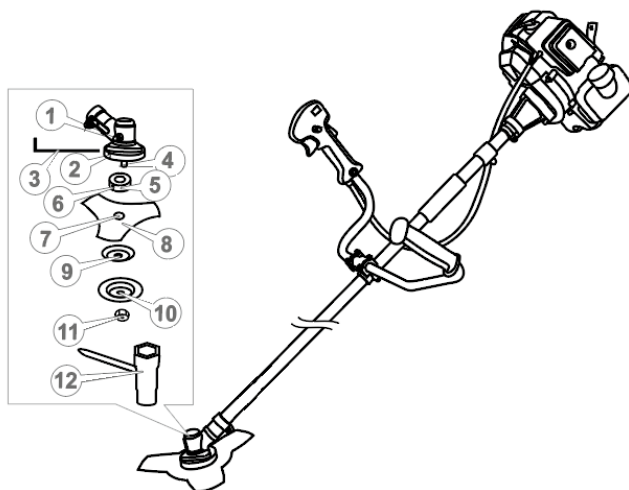
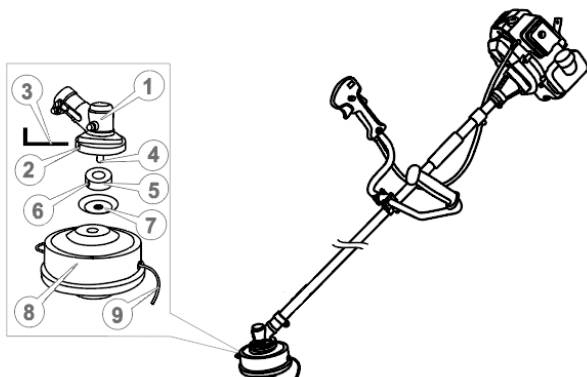

Рисунок 4. Схема встановлення різального ножа.
Рисунок 5. Схема встановлення різальної головки із жилкою.
- вставити шестигранний ключ (3, рис. 4) або викрутку в стопорний отвір (2, рис. 4) редуктора, фіксуючи таким способом вал від провортань;
- відкрутити за допомогою накидного ключа (12, рис. 4) верхню фіксуючу гайку лівої нарізки (11, рис. 4), зняти її, після чого зняти захисну кришку тарілчастої форми (10, рис. 4) та шайбу тарілчастої форми (9, рис. 4), залишаючи на шпинделі (4, рис. 4) приводну шайбу-перехідник (5, рис. 4);
- поверх приводної шайби вкласти різальний ніж (8, рис. 4) таким чином, щоб посадковий уступ приводної шайби (5, рис. 4) увійшов у посадковий отвір ножа (7, рис. 4);
- поверх ножа по чергово встановити на шпиндель редуктора шайбу тарілчасту (9, рис. 4), захисну кришку (10, рис. 4) і надійно закріпити гайкою лівої нарізки (11, рис. 5) за допомогою накидного ключа (12, рис. 4);
- витягнути ключ (3, рис. 4) із стопорного отвору (2, рис. 4) редуктора (1, рис. 4).
Фіксуюча гайка (11, рис. 4) має ліву нарізку.
- вставити шестигранний ключ (3, рис. 5) або викрутку в стопорний отвір (2, рис. 5) редуктора, фіксуючи таким способом вал від провертань;
- відкрутити за допомогою накидного ключа (12, рис. 4) верхню фіксуючу гайку лівої нарізки (11, рис. 4), зняти її, після чого зняти захисну кришку (10, рис. 4), залишаючи на шпинделі (4, рис. 5) приводну шайбу (5, рис. 5) та шайбу тарілчастої форми (7, рис. 5);
- поверх шайби тарілчастої форми накрутити різальну головку із жилкою (8, 9, рис. 5);
- витягнути шестигранний ключ (3, рис. 5) або викрутку із стопорного отвору (2, рис. 5) редуктора (1, рис. 5).